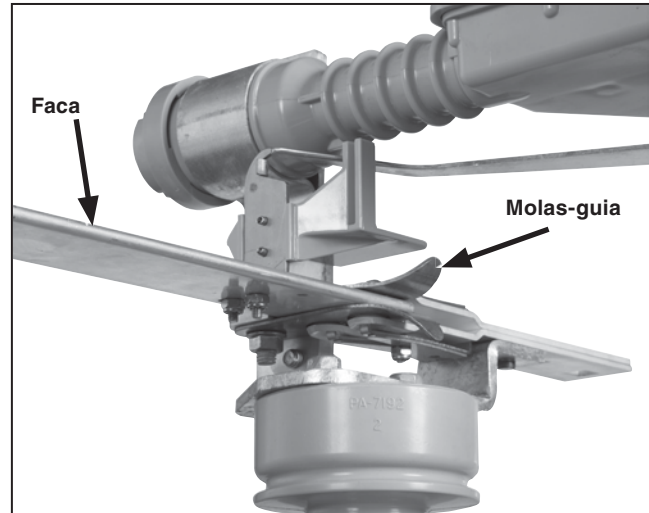

Figura 31. Conjunto faca e contato na posição totalmente Fechada.
- (a) Com a alavanca de operação na excursão máxima na direção fechada, todos os contatos principais da chave estão na posição **Fechada** plena. Ver Figura 31.
Confira as facas da chave para assegurar que todas as três fases estão fechadas. Ver Figura 31 na página 28.